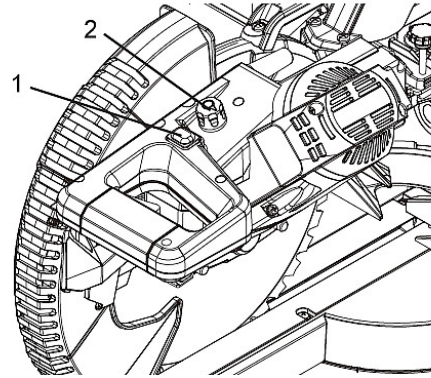

Abb. 29: Schalter zum Variieren der Geschwindigkeit
Schritt 1: Um den Laser einzuschalten, stellen Sie den Kippschalter (Abb. 29) auf "ON".
Schritt 2: Um den Laser auszuschalten, drücken Sie den Kippschalter (Abb. 29) auf "OFF".
Schalter zum Variieren der Geschwindigkeit (Abb. 29)
Diese Säge ist mit einem variablen Geschwindigkeitsregler (Abb. 29; Pos. 2) ausgestattet. Die Drehzahl des Sägeblatts kann durch einfaches Drehen des Einstellrads eingestellt werden:
Drehzahlvariabilität (Abb. 29)